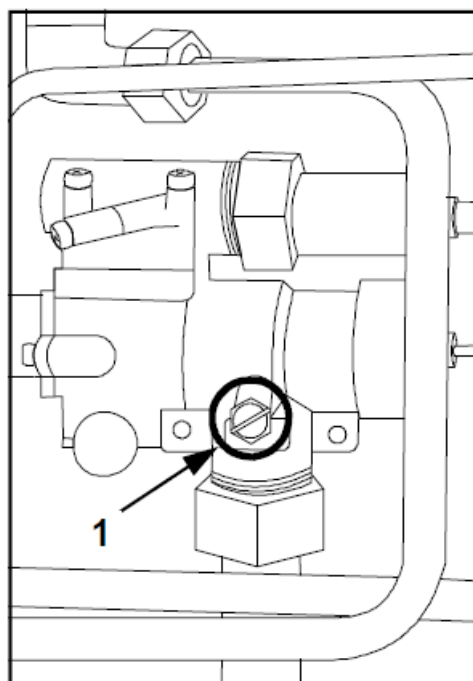

Рисунок 7 – Контроль давления подачи газа
- 2) Ослабить винт на предохранительном вентиле (рисунок 7, поз. 1).
- 7) Затянуть винт на предохранительном вентиле (рисунок 7, поз. 1).